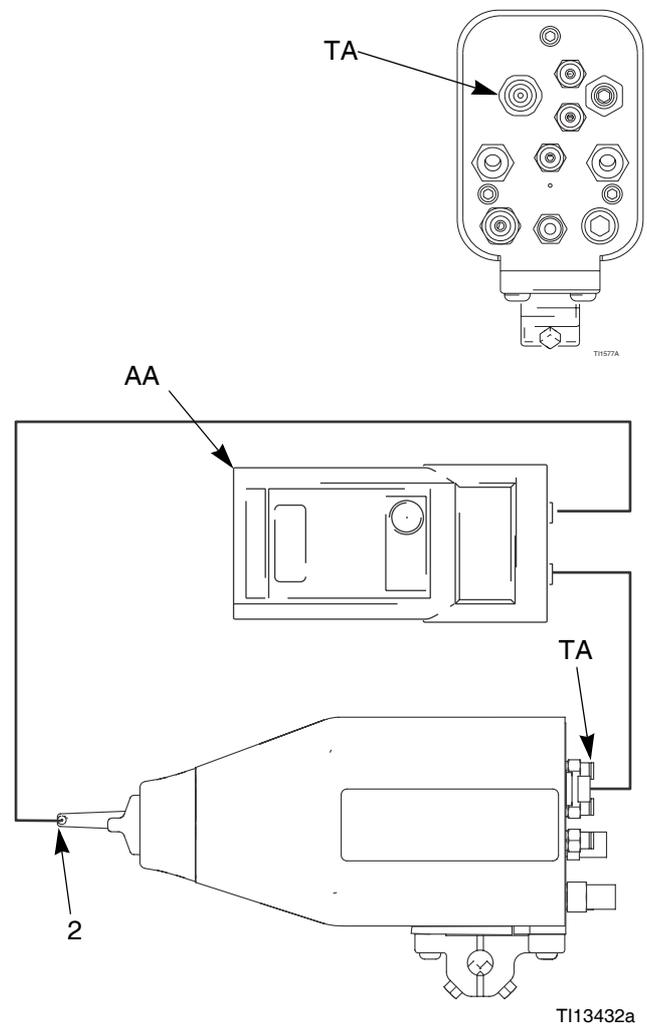
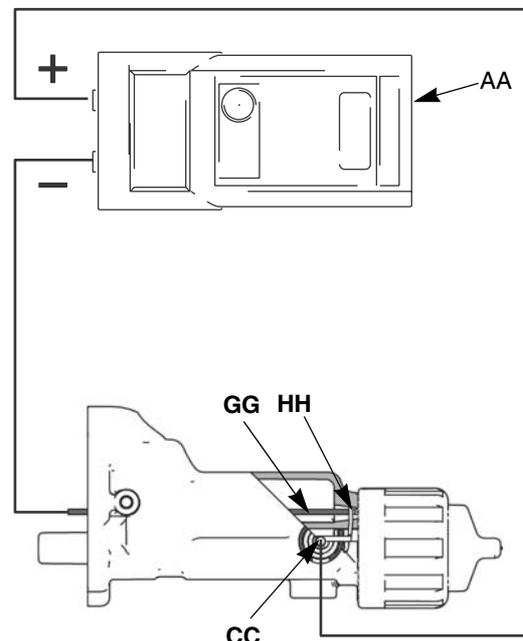

ABB. 16. Pistolengewindewiderstand überprüfen
ABB. 20. Widerstand des Pistolenkörpers überprüfen
Das Megaohmmessgerät (Teile-Nr 241079, AA, siehe ABB. 16 bis ABB. 20) ist nicht für den Einsatz in Gefahrenbereichen zugelassen. Um das Risiko einer Funkenbildung zu senken, darf der Megohmmeter nur in dann zum Prüfen der elektrischen Erdung verwendet werden, wenn:
1. Führen Sie eine Messspitze (B) in den Pistolenkörper (der für den Test der Hochspannungseinheit entfernt wurde) ein und drücken Sie ihn gegen den Metallkontakt (HH) vorne am Pistolenkörper.
2. Messen Sie den Widerstand zwischen der Leitstange (GG) und der Ladekopfbuchse (CC). Siehe ABB. 20 Der Widerstand sollte zwischen 15 und 30 Megaohm liegen.